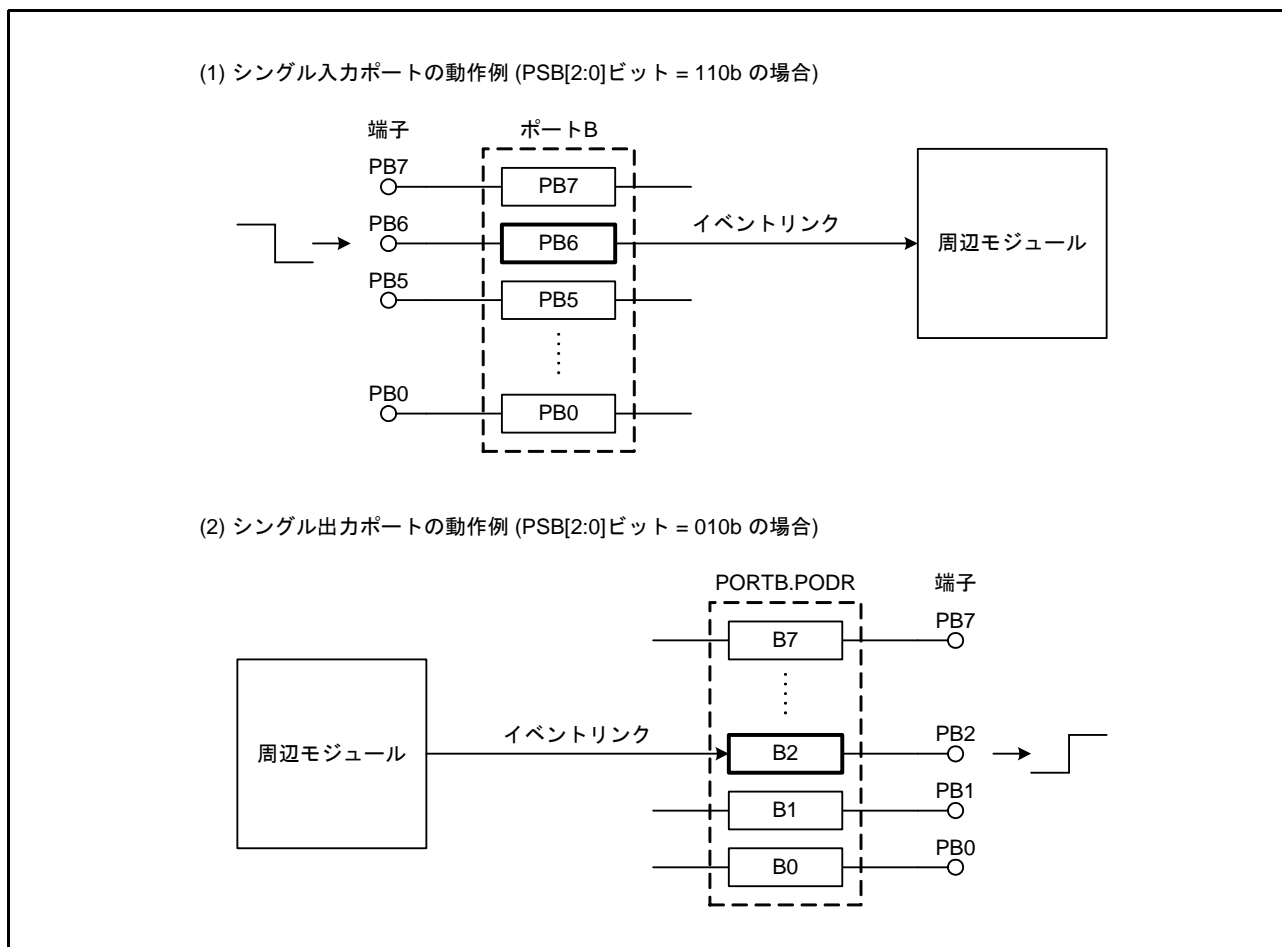

図 19.3 シングルポートのイベントリンク動作 (ポート B の場合)
(2) シングル入力ポートでのイベント発生
入力に設定されているシングルポートは、対応する端子への入力信号が変化するとイベント信号を出力します。イベント発生条件は、PELm.PSM[1:0] ビット (m = 0 ~ 3) で設定します。図 19.3 (1) にシングルポートのイベントリンク動作を示します。
(3) シングル出力ポートへのイベント信号入力
出力に設定されているシングルポートにイベント信号が入力されると、対応する端子のレベル (PODR レジスタの値) が PELm.PSM[1:0] ビットで指定したとおりに変化します。図 19.3 (2) にシングルポートのイベントリンク動作を示します。